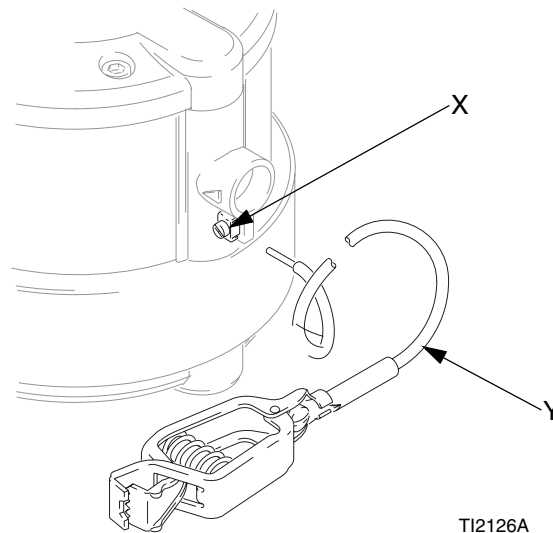

FIG. 3. Messa a terra della pompa
- *Pompa:* Utilizzare un filo di terra con morsetto. Vedere FIG. 3. Allentare il controdado della vite di terra (X). Inserire un'estremità di un cavo di terra (Y) di minimo 1,5 mm2 sotto morsetto di terra della pompa e serrare la vite saldamente. Collegare l'altra estremità del filo ad una messa a terra efficace. Per il filo di terra ed il morsetto, ordinare il codice 222011.